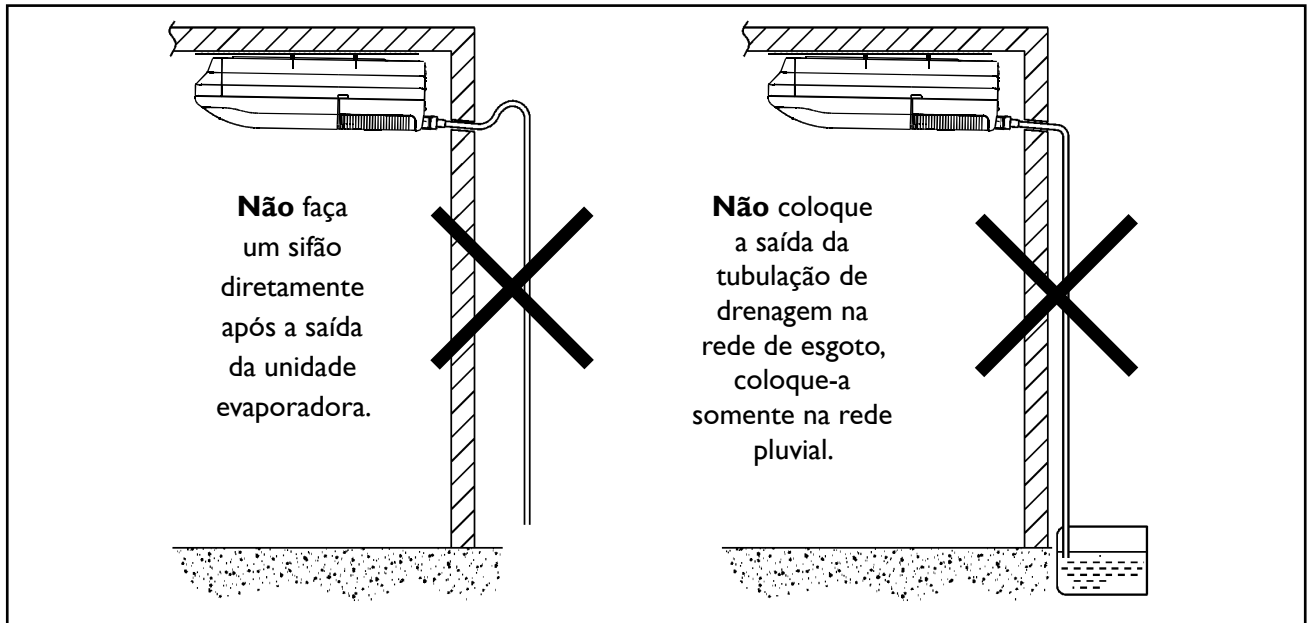

Figura 21 - Situação de drenagem ineficaz
- c) A unidade usa drenagem por gravidade. A tubulação da drenagem, no entanto, deve possuir declividade. Evite as situações indicadas na figura 21.